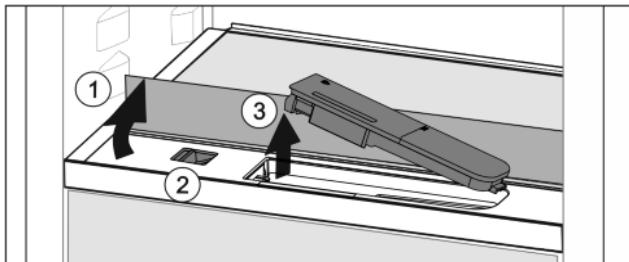

Fig. 38
- Повдигнете стъклената плоча и я завъртете до ограничителя назад Fig. 38 (1).
- Преместете пъзгача Fig. 38 (2) наляво.
- Извадете резервоара за вода Fig. 38 (3).